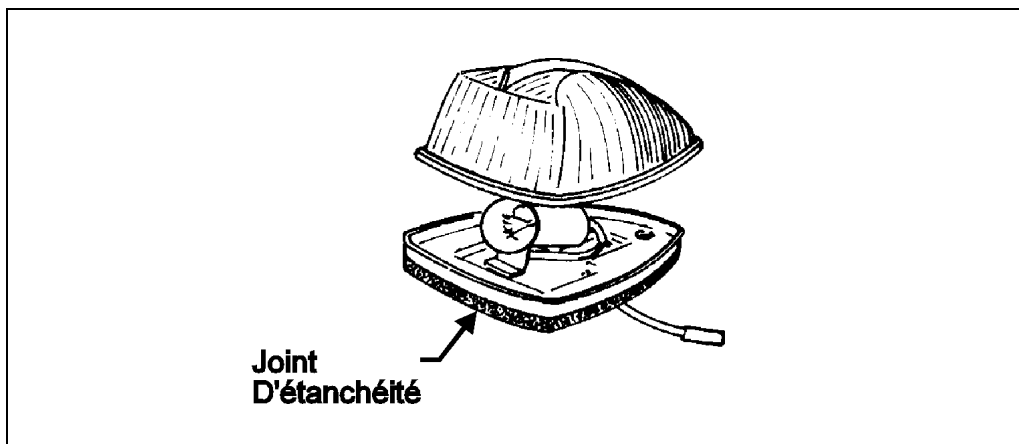

FIGURE 1: FEU DE GABARIT AVANT SUR LES AUTOCARS XL ET LES CARROSSERIES XL-45 06195
Sur les véhicules mentionnés ci-dessus, certains joints d'étanchéité peuvent être inefficaces. Il est recommandé d'inspecter et de remplacer, si nécessaire, tous les joints d'étanchéité des feux de gabarit avants du véhicule. Un nouveau joint d'étanchéité est actuellement disponible pour les lumières rectangulaires installées sur les véhicules H3 et les maisons motorisées. Ce joint (Prévost # 430438) est utilisé pour remplacer le joint existant et dans certaines occasions, est utilisé avec l'ancien joint pour augmenter l'étanchéité. Une autre forme de lumières (sur les autocars de la série XL et sur les prochaines maisons motorisées XL-45) est démontrée à la figure 1 et doit être remplacée si un problème d'étanchéité existe car la compagnie de fabrication n'offre pas encore la possibilité d'acheter le joint d'étanchéité séparément. Pour les véhicules qui possèdent des antennes sur le toit, il est fortement recommandé d'étancher la base et les vis de retenues avec du Sikaflex (Prévost #681091).
1. Vérifier la condition des joints d'étanchéité des feux de gabarit sur le véhicule (Fig. 1).